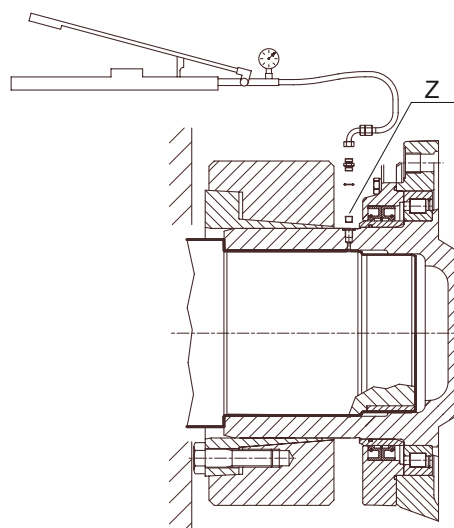

Fig. 4
- Faire coulisser le joint axialement pour libérer et enlever le bouchon “Z” (voir fig. 4), puis utiliser l'orifice 1/8” G de remplissage d'huile sous pression (max. 1000 bar) pour faciliter